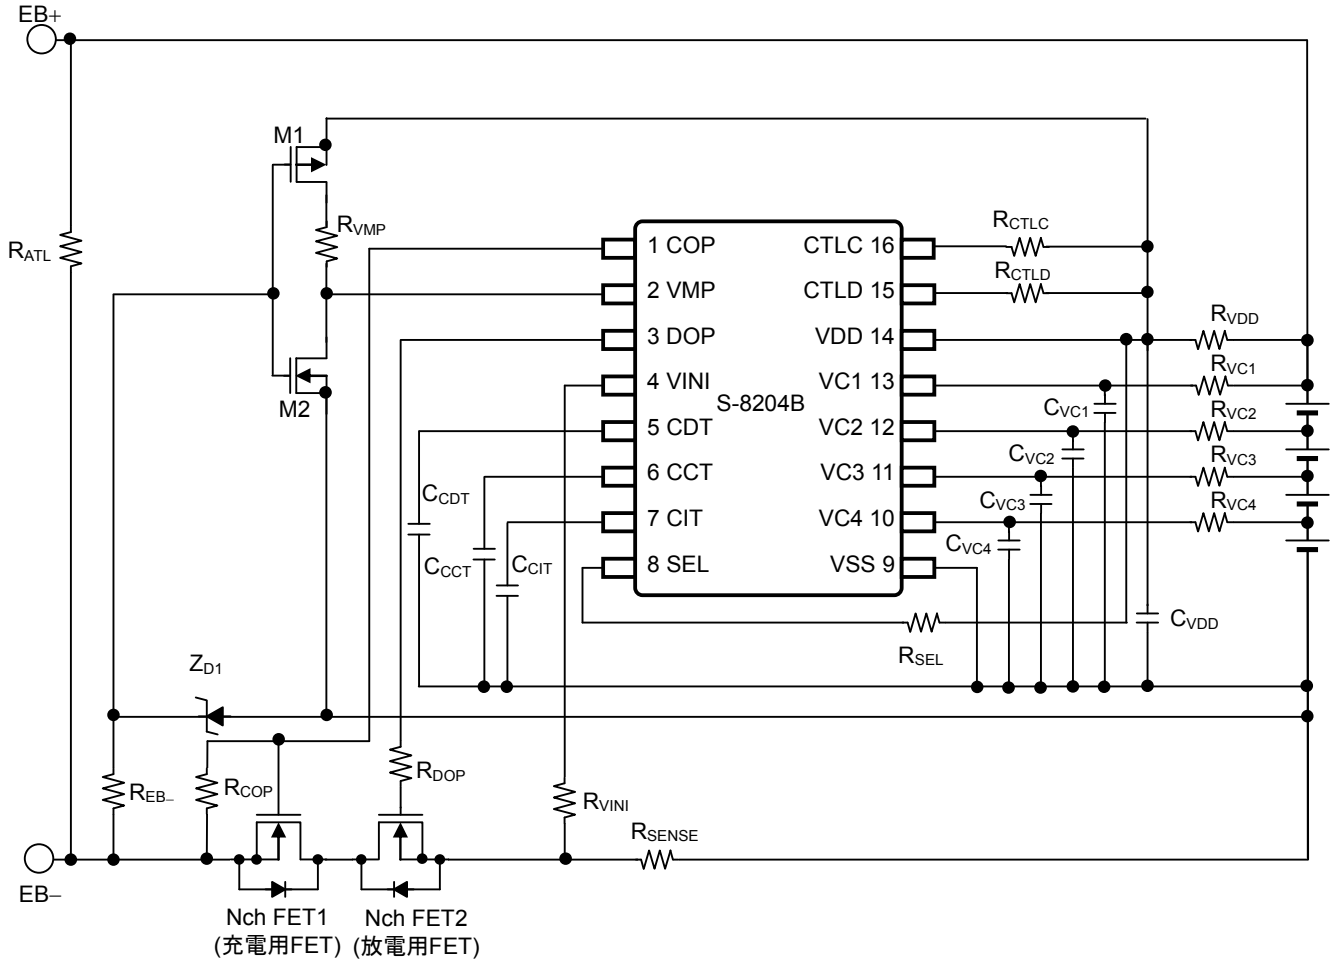

図11
■ タイミングチャート (図11の回路)
表10 外付け部品の推奨値 (図11の回路)